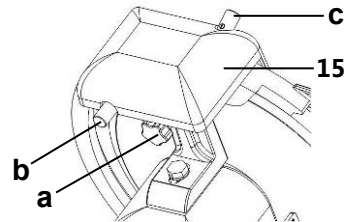

Abb. 10
- Halten Sie den Druckknopf (b, Abb. 10) für den groben Schleifstein an der Rückseite vom Messerschärfer (1) gedrückt und lassen Sie das Gerät für ca. 60 Sekunden laufen, so dass sich auf dem Schneidmesser ein Grat bildet.
- Schieben Sie den Schlitten (6) in Richtung Schnittstärkenregler (8) (Abb. 10).